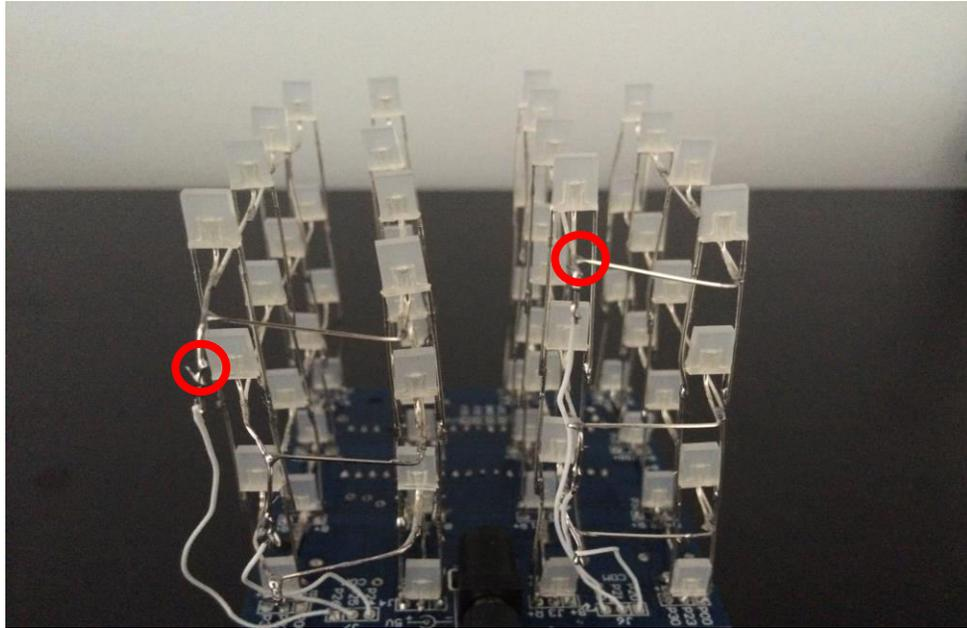

Figure 5 : Brasage correcte des pattes centrales initialement non-brasées des colonnes
10. Maintenant, les pattes centrales non-brasées de chaque colonne de DEL devront être brasées à la patte centrale non-brasée de la colonne adjacente, deux par deux comme un pont (Voir Figure 5 pour une image claire de ce que vous devez obtenir).
11. Finalement, utilisez trois ensembles de câbles AWG par chaque deux colonnes. Brasez un côté du câbleau circuit imprimé là où il est marqué « COM » et brasez l'autre côté à la patte centrale de la rangée de DEL correspondant (par exemple, le câble brasé à COM P24 devra être brasé de l'autre côté à la première rangée de DEL (pour les deux colonnes à gauche) et le câble brasé à COM P20 devra être brasé de l'autre côté à la première rangée de DEL des colonnes à droite, et ainsi de suite). Vous pouvez voir le résultat ci-dessus sur la Figure 5 (le cercle à gauche).